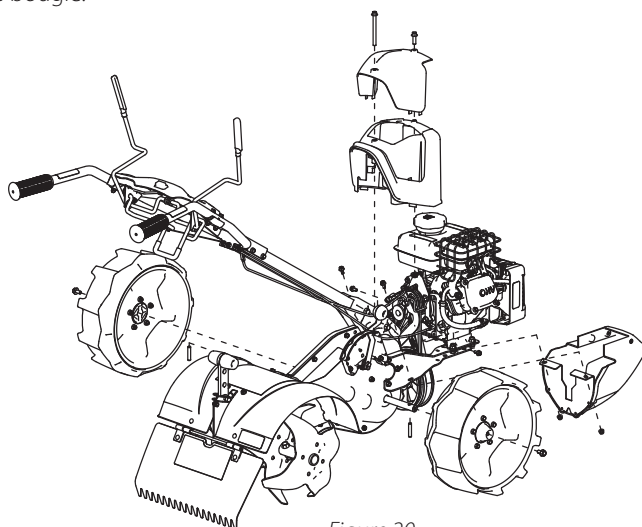

Figure 20
4. Démonter les roues, les coiffes de poulie supérieures et les protège-poulies inférieures. VOIR FIGURE 20
7. Remonter les coiffes supérieures, les protège-poulies inférieur et les roues. VOIR FIGURE 20